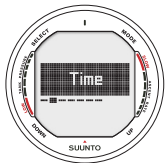

Fig. 3.6. Tijdsinstellingen geselecteerd.
2. Tijd (*Time*; Fig 3.6, 3.7)